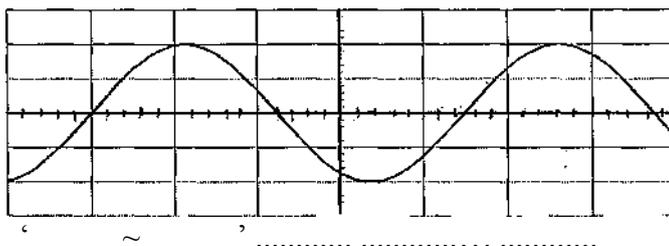

Рис.2
- Совместить синусоиду с разметкой экрана, как показано на рис. 2.
**Пример:** Смотрим на рис.2. Предположим, что ручка горизонтальной развертки «Время/деление» установлена на 0,2 мс, тогда период напряжения будет равен